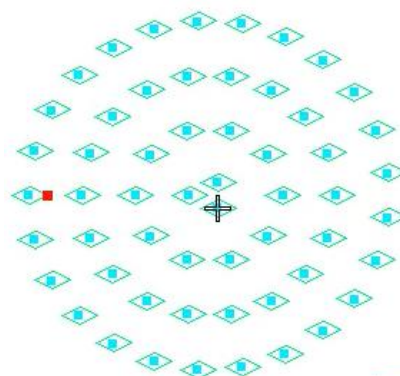

图 2
(7) 框选需要操作的图形如图 1 所示，或绘制折线框住需要操作的图形如图 2。